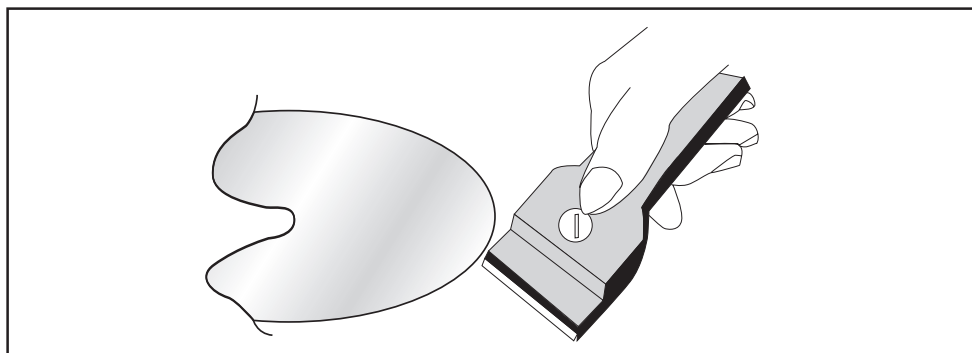

Fig.4
• Manutenzione (Fig.4):
• Wartung (Abb.4):